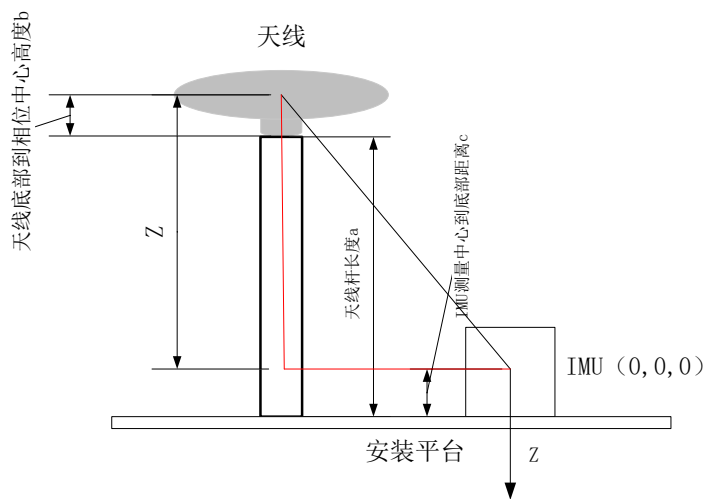

图 11 左视图
3. Z 轴方向，测量天线杆从安装板到天线底部在垂向上的高度 a ，加上天线底部到天线相位中心的高度 b （即 L1 的相位中心），同时减去安装板到 IMU 测量中心的高度 c ，即 $Z=a+b-c$ ，如下图 11 左视图所示